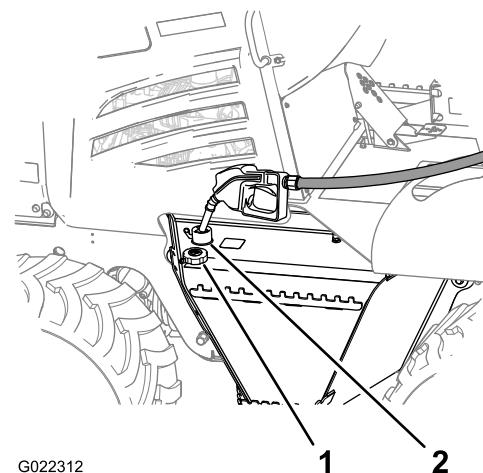

Figure 19
- Nettoyez la surface autour du bouchon de remplissage de carburant (Figure 19), puis retirez le bouchon.